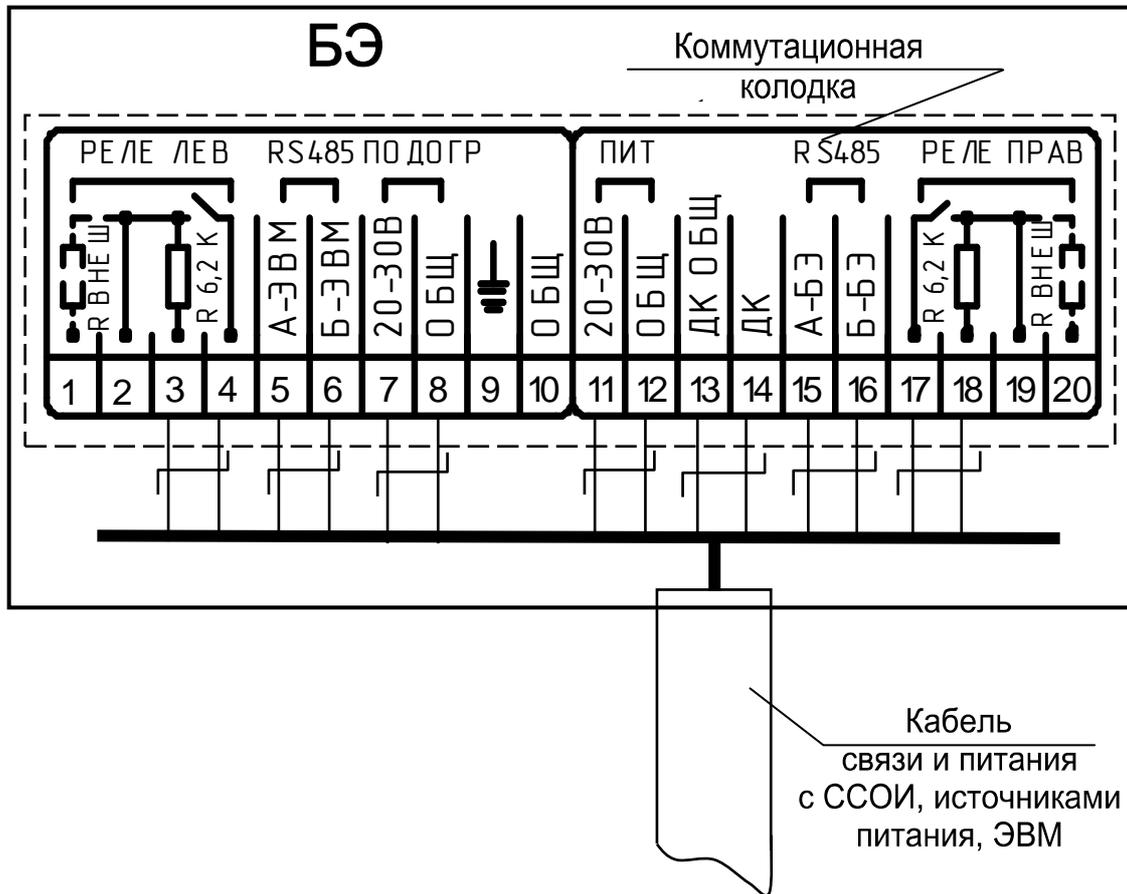

Рисунок 2.1 – Схема подключения БЭ
- зачистить концы проводов кабеля связи и питания на длину от 5 до 7 мм и подсоединить их к контактам коммутационной колодки в соответствии со схемой подключения (рисунок 2.1). Для подключения прово-